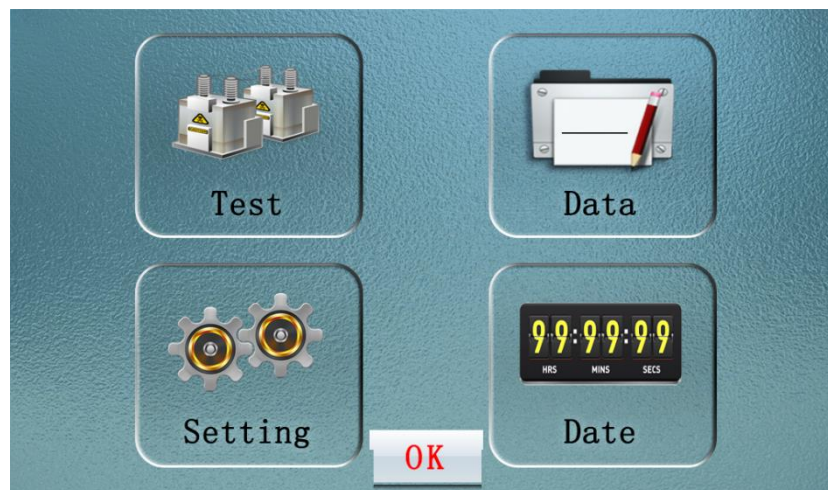
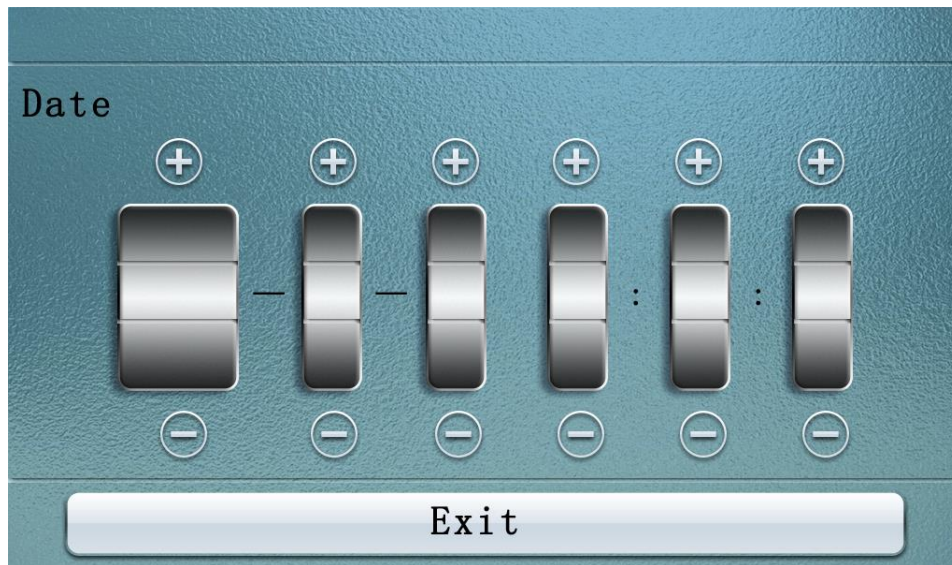

Figure 1
Figure 6
- 1, l'interface de démarrage est illustrée à la figure 1:
5. Cliquez sur "paramétrage" sur la figure 1 pour accéder à l'interface "paramétrage", comme illustré sur la figure 5:
6. Cliquez sur "modification d'horloge" dans la figure 1 pour accéder à l'interface de modification d'horloge, comme illustré dans la figure 6: